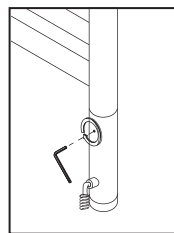

Рис.4
3.6. Зафиксируйте корпус стопорным винтом (рис. 4).